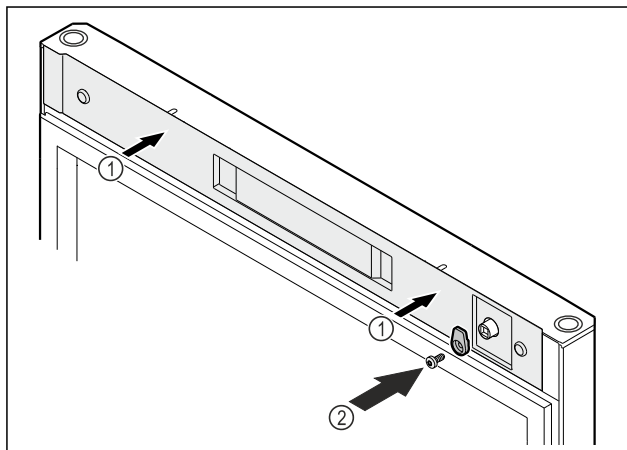

Fig. 55
- Aplicați capacul Fig. 55 (1).
- Înșurubați cârligul de închidere Fig. 55 (2).